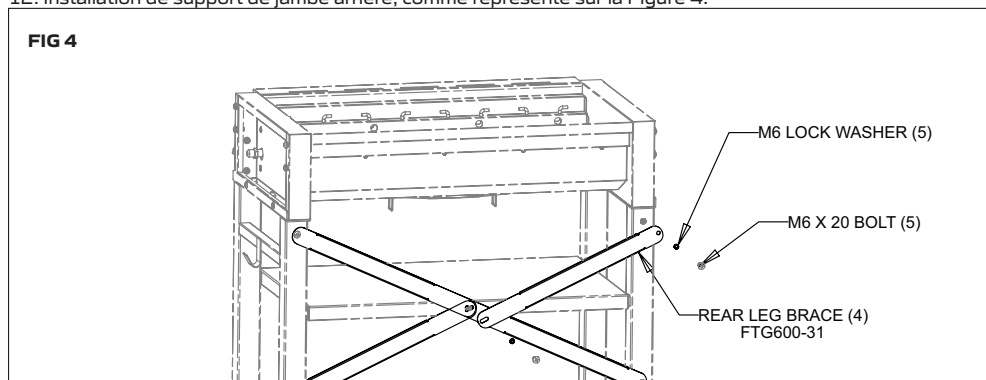

FIG 4
12. Installation de support de jambe arrière, comme représenté sur la Figure 4.